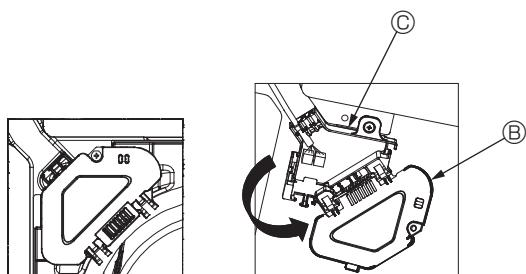

Fig. 7-7
- ③ Retire el tornillo que sujeta la cubierta de la caja de conexión, y luego abra la cubierta. (Fig. 7-7)
- ④ Coloque el conector del cable de enlace en la caja de conexión.
- ⑤ Instale la cubierta de alambre y la cubierta de la caja de conexión.